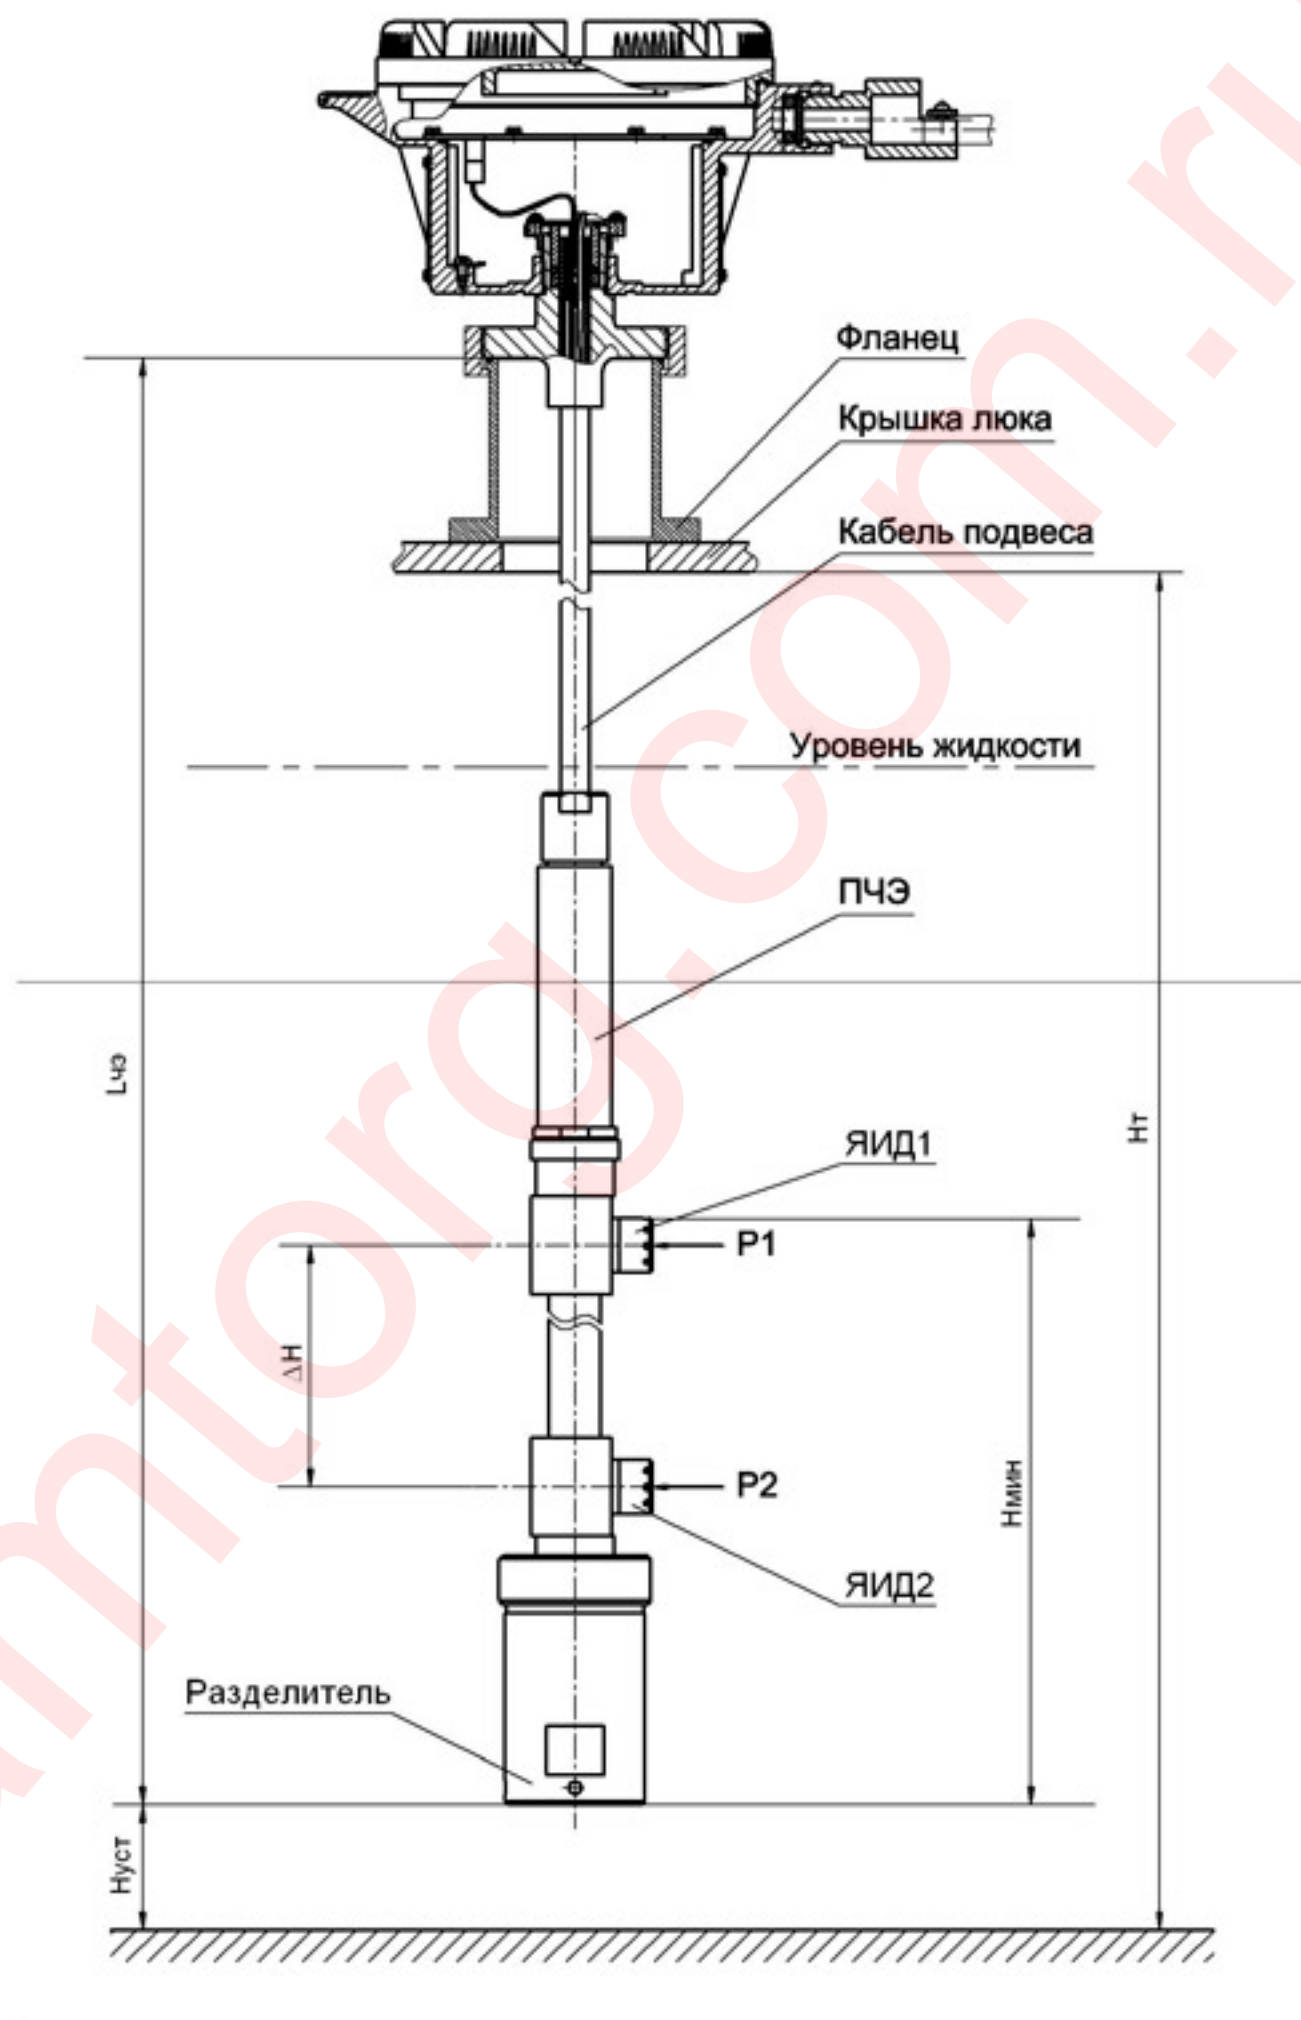

Рисунок 1 – Схема определения длины ЧЭ и высоты установки
2.1 Длина чувствительного элемента (далее "ЧЭ") плотномера $L_{ЧЭ}$ (см. рисунок 1) от 1500 до 25000 мм.
Минимальный уровень контролируемой среды относительно нижнего конца плотномера $H_{мин}$ (см. рисунок 1) – 600 мм.
2	t – температура (на уровне верхней ЯИД, см. рисунок 1, 16-разрядный цифровой код)